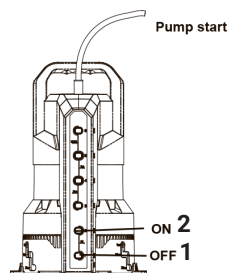

рис.6
2. При включенном насосе в сеть, переключатель (1~6) можно установить любым коротким нажатием, верхний индикатор соответствует начальному уровню воды, нижний индикатор соответствует уровню воды выключения. Примечание: (приоритет верхнего уровня воды больше, чем нижнего уровня воды, например: текущие (1 и 3) уровня воды горят, при нажатии переключателя (2), исходный (3) уменьшится до (2), затем загорятся (1) и (2), уровень воды запуска - (2), уровень воды остановки - (1))(см. рис.6).